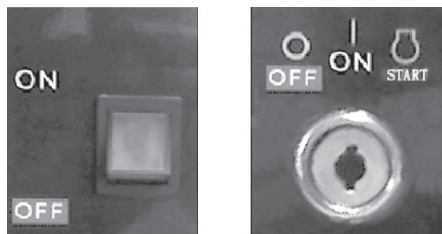

Fig. 7
4.5 Ponga el conmutador de encendido en la posición ON para los modelos con arranque manual. Ponga la llave del conmutador en la posición E para las unidades con encendido eléctrico. (Fig. 7)